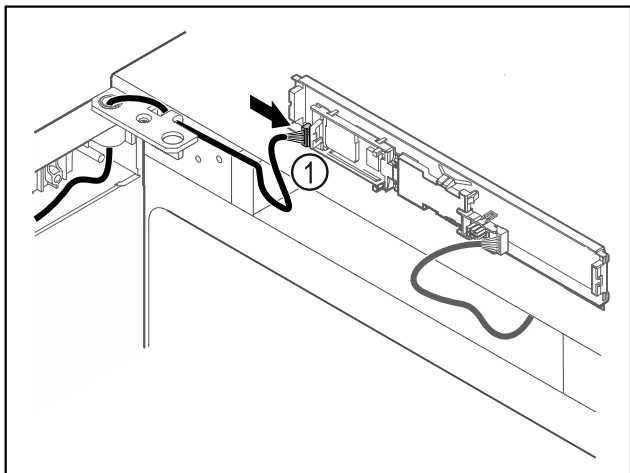

Fig. 65
- Lidhni spinën Fig. 65 (1) në qark.